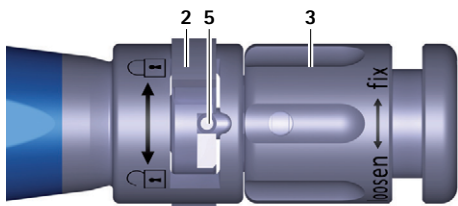
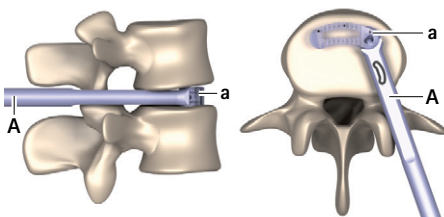

Fig. 3 Vue rapprochée de l'instrument d'insertion, bouton de commande fermé
Fig. 11 Implant en position définitive
- Tourner le bouton de commande 2 vers la droite (sens ⌚), voir Fig. 3.
- ▶ Tourner l'écrou de serrage **3** en sens inverse des aiguilles d'une montre (sens "loosen") jusqu'à ce que la broche **5** se trouve entièrement dans le bouton de commande **2**, voir Fig. 3. Veiller ce faisant à ce que la broche **5** ne coince pas le bouton de commande **2**.
- ▶ Tourner le bouton de commande **2** vers la droite (sens ⤴), voir Fig. 3.
- Dès que la position définitive (voir Fig. 11) est atteinte: Tourner l'écrou de serrage **3** en sens inverse des aiguilles d'une montre (sens "loosen") jusqu'à ce que la broche **5** se trouve entièrement dans le bouton de commande **2**, voir Fig. 3. Veiller ce faisant à ce que la broche **5** ne coince pas le bouton de commande **2**.
- Tourner le bouton de commande **2** vers la droite (sens ⌚), voir Fig. 3.